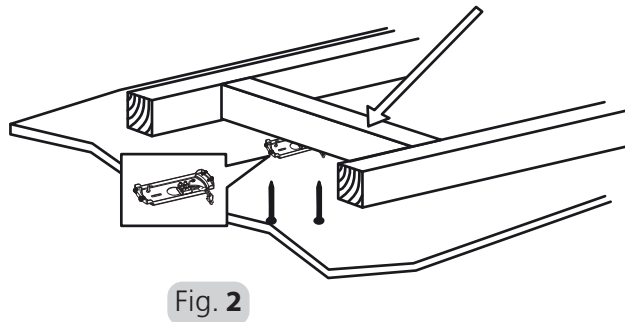

Fig. 2
3. Der Befestigungspunkt für Ihren Ventilator muss eine Tragkraft von mindestens 45 kg aufweisen. Wenn der Standort keinen stabilen Montagepunkt hat, müssen Sie eine Holzstütze zwischen zwei Deckenbalken installieren. Siehe Abb. 2.
3. The fixing point for your ceiling fan must be capable of supporting a 45 kg load. If the location does not have a solid mounting point, you will need to install a timber support between two ceiling joists. Refer to Figure 2.
3. Le point de fixation de votre ventilateur de plafond doit être capable de supporter une charge de 45 kg. Si le lieu d'installation ne dispose pas d'un point de montage solide, vous devez installer un support en bois entre les deux solives du plafond. Voir Figure 2.